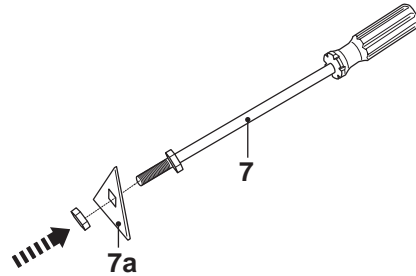

Fig. 2
- > Revissez l'écrou sur le filetage jusqu'à ce que la lame [7a] soit correctement fixée (Fig. 2).